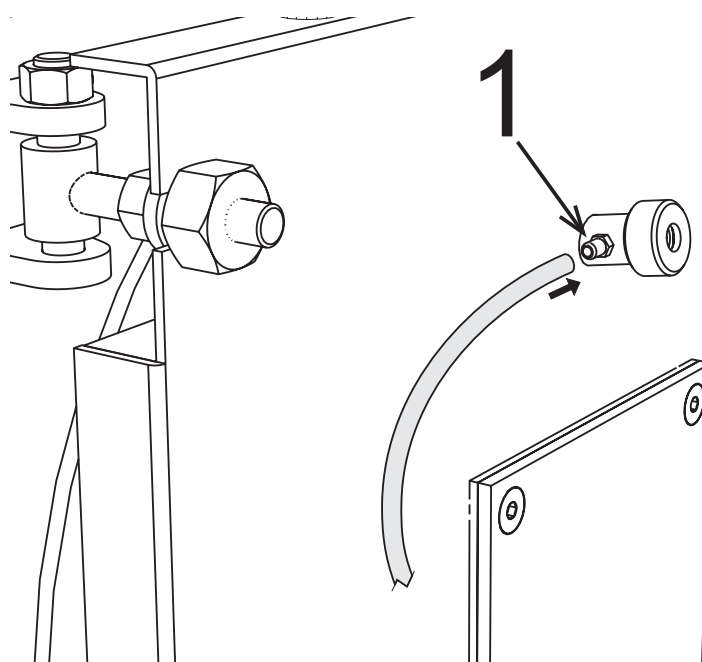

Fig. 12
El piloto de control de llama está dotado de una toma de presión (ref. 1 - Fig. 12) que se conecta mediante un tubo de silicona (no incluido) o de cobre a la toma en el quemador. Esta operación permite al aire soplado por el ventilador enfriar el vidrio del piloto e impedir el ennegrecimiento. Si el tubo no se conecta al piloto, el vidrio de control se podría romper.